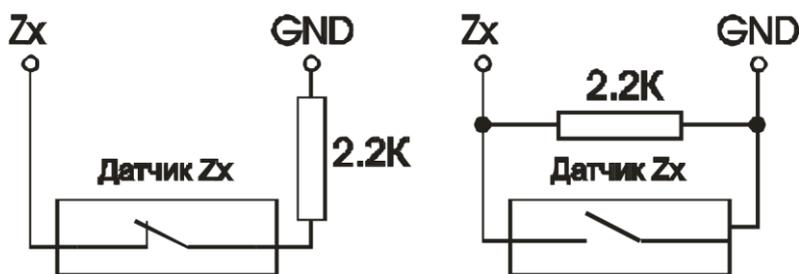

Рис. 2. Схемы подключения датчиков при выключенной опции «ATZ».
2.2. К клемникам «GND», «Z1», подключаются собственные проводные охранные шлейфы устройства (соответственно «общий провод», «шлейф №1»). Данное устройство имеет опцию «ATZ». Если данная опция выключена, то в охранный шлейф могут применяться «нормально замкнутые» или «нормально-разомкнутые» датчики с оконечным резистором 2.2кОм. Схемы подключения датчиков для этого случая изображены на рис.2. Если опция «ATZ» включена, то в